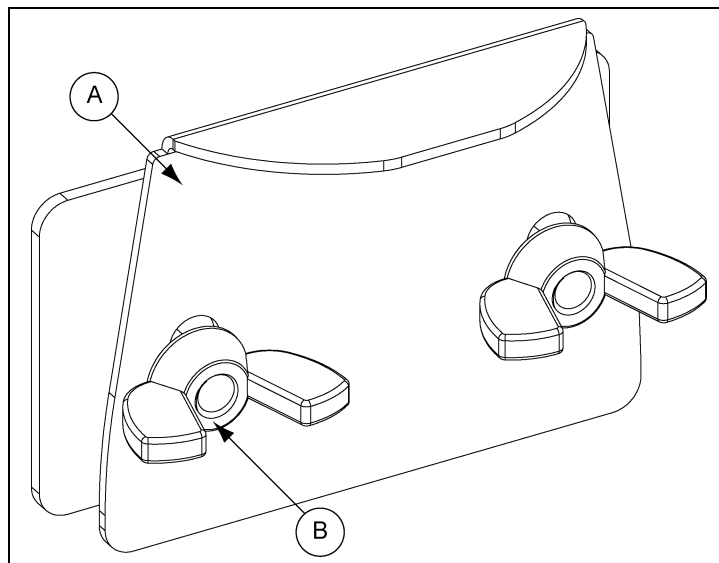

Рисунок 4N
1. Соберите два (2) подвесных кронштейна уровня корма (А), как показано ниже, не затягивая барашковые гайки (В). *(см. рисунок 4N.)*